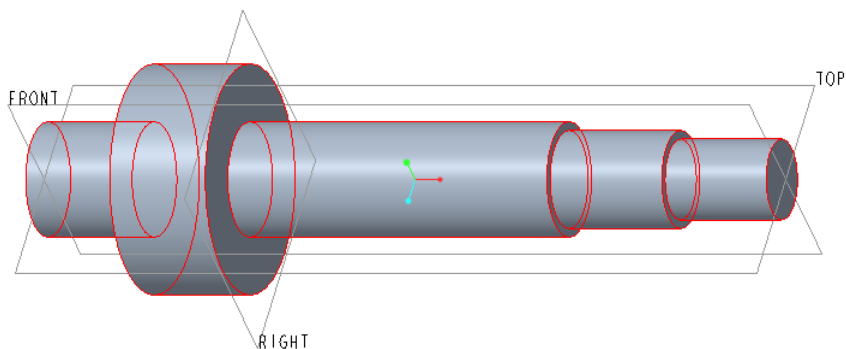

图 13-3 创建旋转实体特征
⑤ 默认的旋转角度为 360° ，在“旋转”选项卡中单击“完成”按钮 ，创建的旋转实体特征如图 13-3 所示。